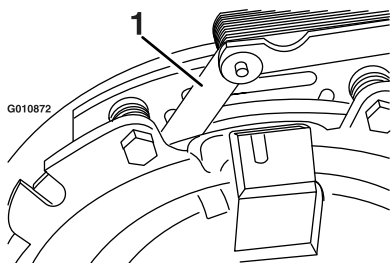

**Figura 72**
- B. Usando un alicate de punta fina, o a mano, sujete la pestaña y retire el suplemento (Figura 72).
Retire cualquier acumulación de hierba, suciedad u otros residuos de la rejilla del motor. Esto ayuda a asegurar una refrigeración adecuada y una velocidad de motor correcta, y reduce la posibilidad de sobrecalentamiento y daños mecánicos al motor (Figura 72).